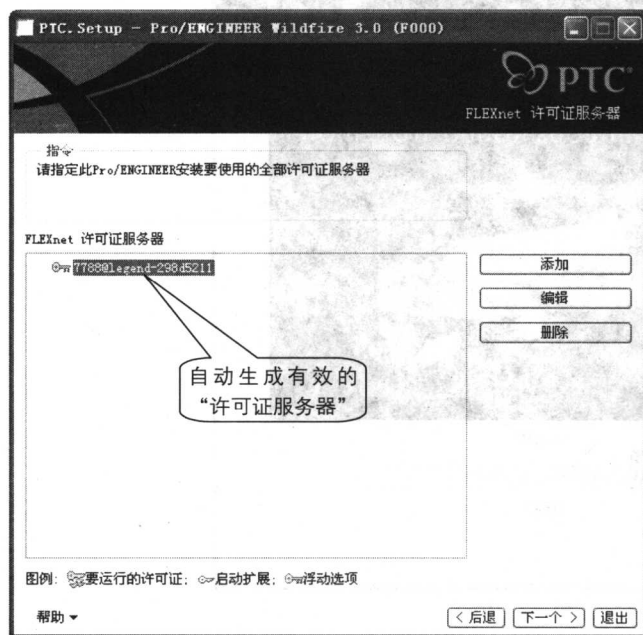

图 1-10
- ⑦ 单击(下一个)按钮, 进入许可证服务器界面, 如果之前 Server 安装无问题, 在此界面上将自动生成有效的许可证服务器, 如图 1-10 所示。